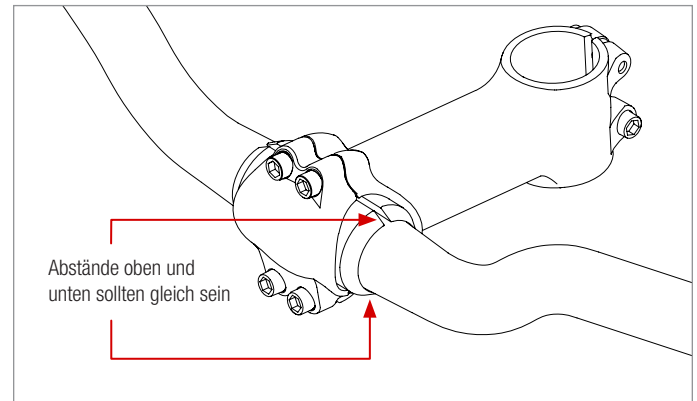

Abbildung 1
3. Die Abstände der beiden Lenkerhülsen müssen oben, unten und an den Seiten für eine ausreichende Spannkraft gleich sein (Abb. 1). Setzen Sie den Lenker und die Lenkerhülsen auf die Klemmfläche des Vorbaus